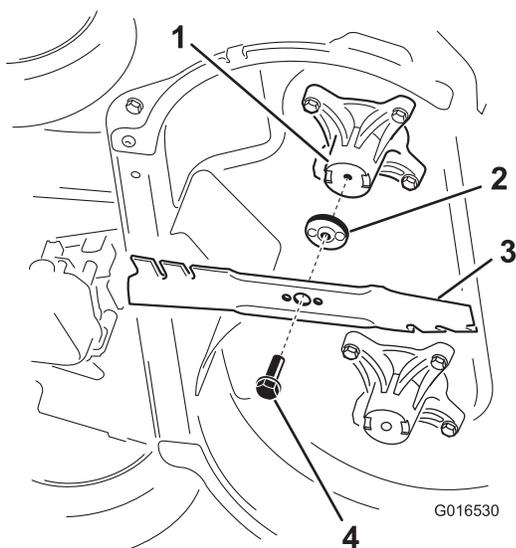

Figura 45
2. Retire cada cuchilla, según se muestra en Figura 45.
1. Instale la primera cuchilla en posición horizontal, junto con todos los herrajes de montaje, según se muestra en Figura 45.